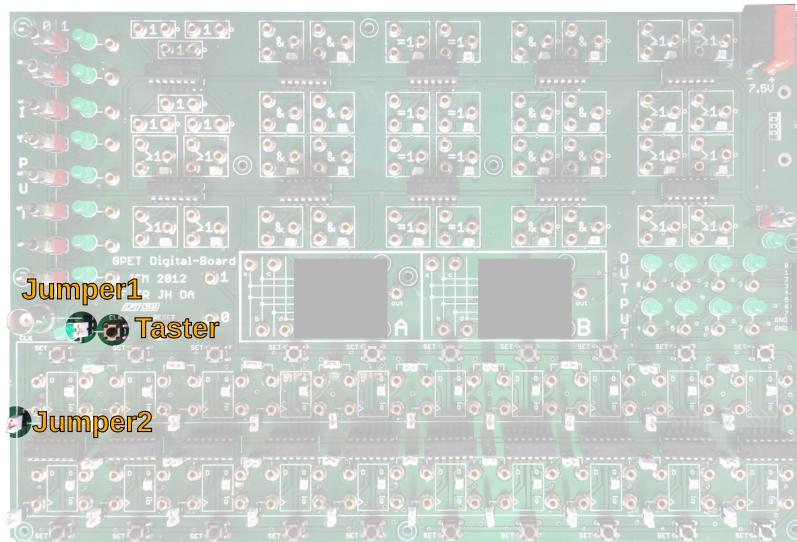

Abbildung 15: Abgreifen einer entprellten Flanke
Sie können mit Hilfe des Taster *CLK* aus Bereich (C) eine entprellte Flanke erzeugen. Verwenden Sie auf jeden Fall nur diesen Taster, da die anderen Schalter nicht entprellt sind und die Messung dadurch verfälscht werden könnte. Die benachbarte LED zeigt den aktuellen Pegel an. Sie benötigen zusätzlich zwei Jumper; mit dem Einen verbinden Sie den *CLK*-Taster mit der *CLK*-Leitung, mit dem Zweiten verbinden Sie in Bereich (F) eine der Buchsen mit der *CLK*-Leitung. Anschließend können Sie an dieser Buchse die Flanke abgreifen. Führen Sie dieses Signal sowohl auf einen Eingang des zu vermessenden Gatters, als auch auf einen *Output* in Bereich (G), sodass Sie am Oszilloskop auf die Flanke triggern können. Abbildung 15 verdeutlicht die benötigten Schritte nochmals. Beschalten Sie den zweiten Eingang des zu vermessenden Gatter so, dass die erzeugte